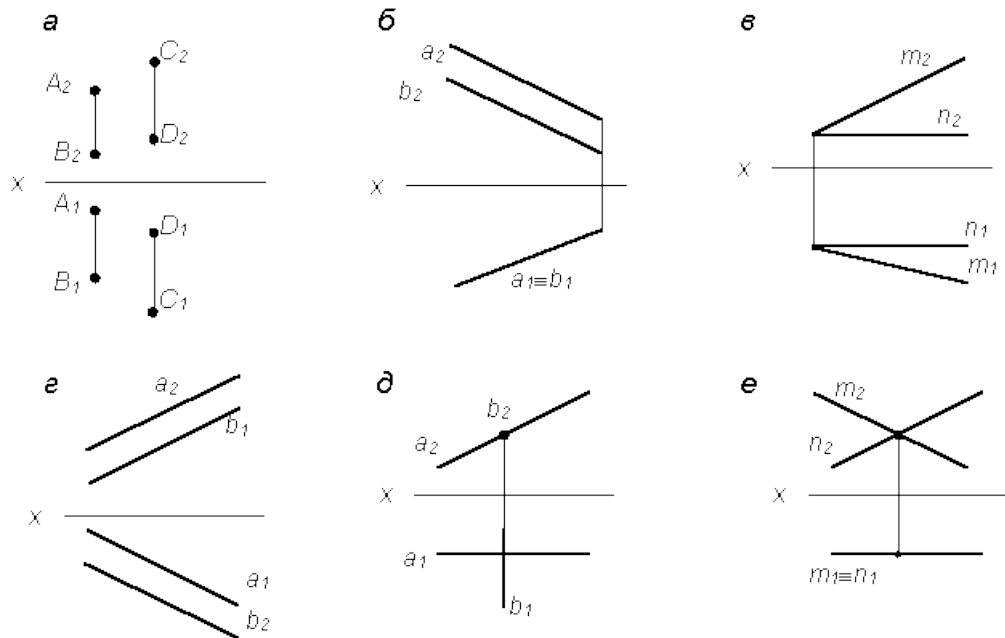

Рис. 8
1. Укажите, на каком из чертежей (рис. 8) прямые в пространстве